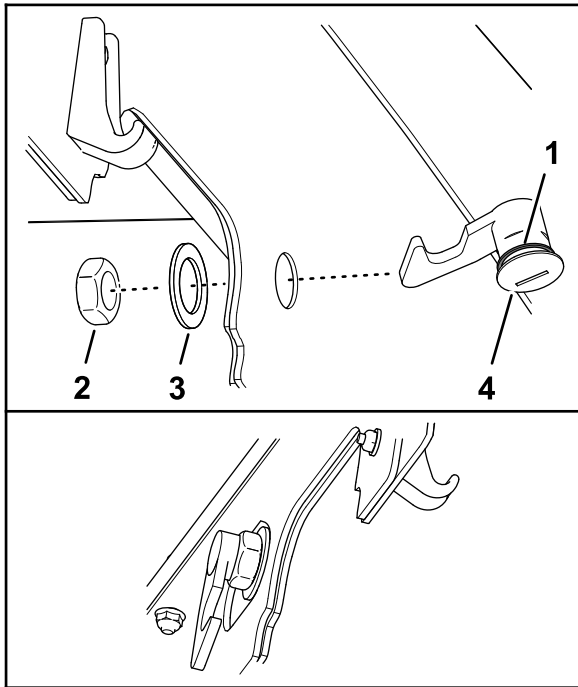

Figure 35
3. Veillez à bien installer le joint sur le verrou du capot (Figure 35).